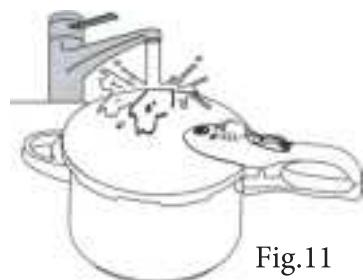

Fig.11
- После окончания приготовления открывайте крышку в перчатках, чтобы не обжечься. (Рис.11)
Поставьте сковородку в раковину. Включите холодную воду и дайте ей стечь на крышку пока предохранительный клапан падает (рис. 11, открывание крышки такое же, как указано выше).